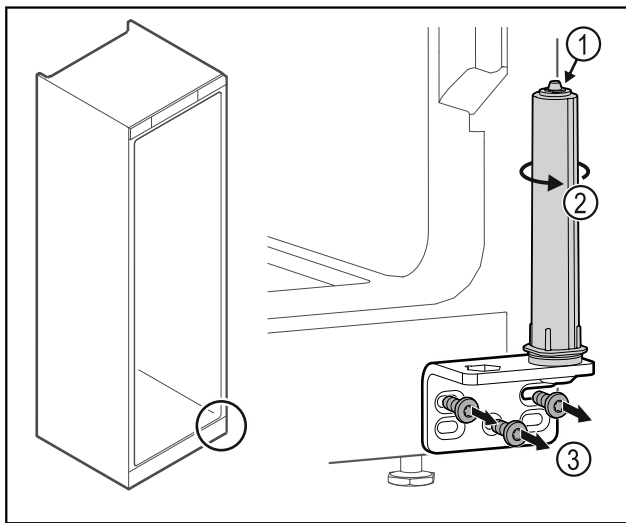

Fig. 45
► Не розбирати систему закриття дверей Fig. 45 (1).
- Повертати систему закриття Fig. 45 (2) до клацання.
- Відкрутити шарнірний кутик Fig. 45 (3).